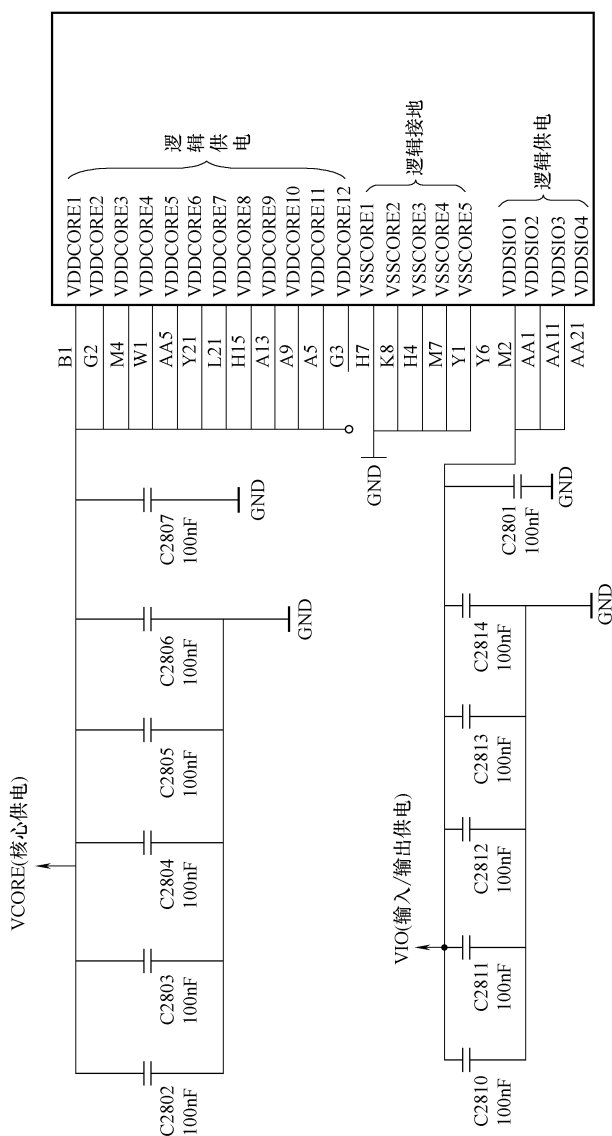

图 4-24 诺基亚手机 CPU 部分供电引脚
2) 诺基亚手机 CPU 的供电表示。如图 4-24 所示，诺基亚手机 CPU 供电引脚都是在“VDD”后面加了一个英文“CORE”，这个英文刚好和外接的英文“VCORE”相同，意义为“核心供电”，即逻辑供电。而外接的“VIO”，“I/O”为 CPU 输入/输出接口，所以该供电就是 CPU 内部接口供电，也称为逻辑供电。